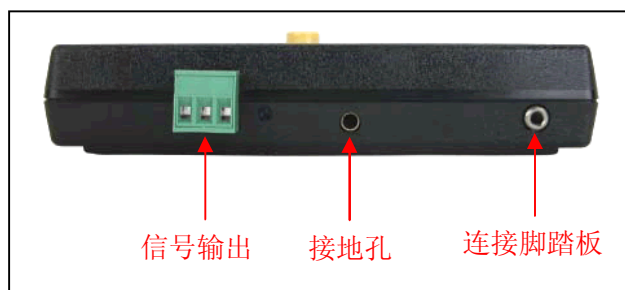

图 5: 测试表底侧面
3. 通过配套接地线将测试表接地(图 5 所示)
4. 使用配套缆线将测试表和脚踏板连接(图 5 所示)